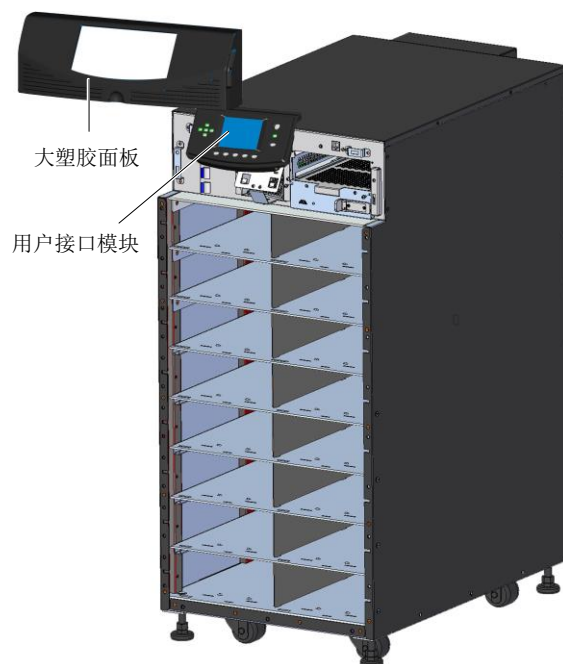

图2-17 拆卸大塑胶面板和用户接口模块
1. 拆卸机架顶部的大塑胶面板和用户接口模块，如图 2-17 所示。